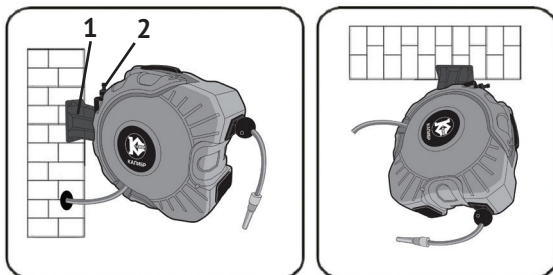
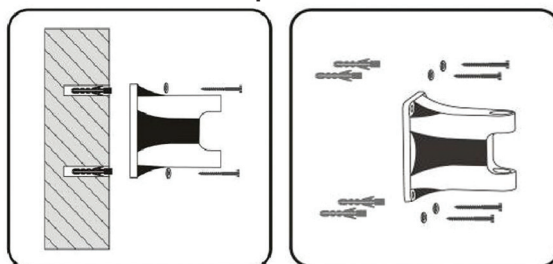

рис.2
рис.3
- выбрать место (стена, продольная или поперечная балка, потолок) (рис.2), как можно ближе к системе водоподдачи, для крепления кронштейна (рис.2 поз.1);
- вынув поворотную ось (рис.2 поз.2), закрепить 4-мя болтами (входят в комплект поставки) кронштейн в выбранном месте (рис.3);